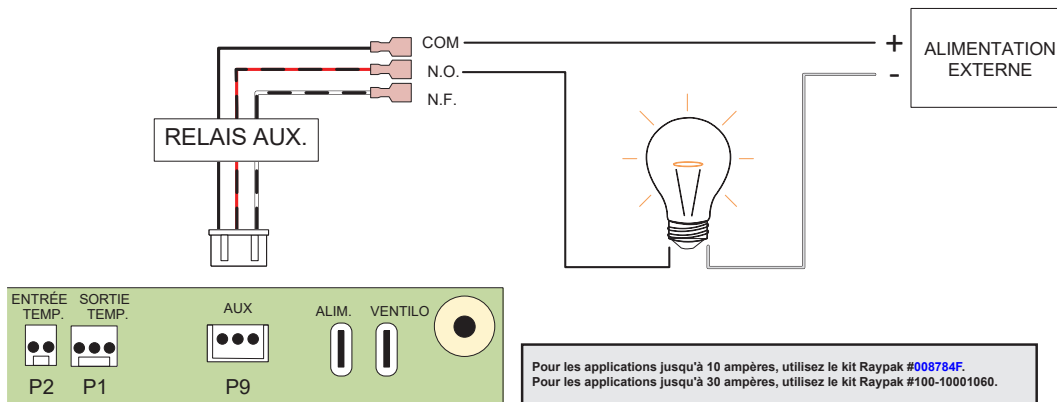

Figure 146. Relais auxiliaire
**NOTE:** le relais auxiliaire P9 est à contact sec (nécessite source externe pour alimenter les dispositifs raccordés), voir Figure 146.